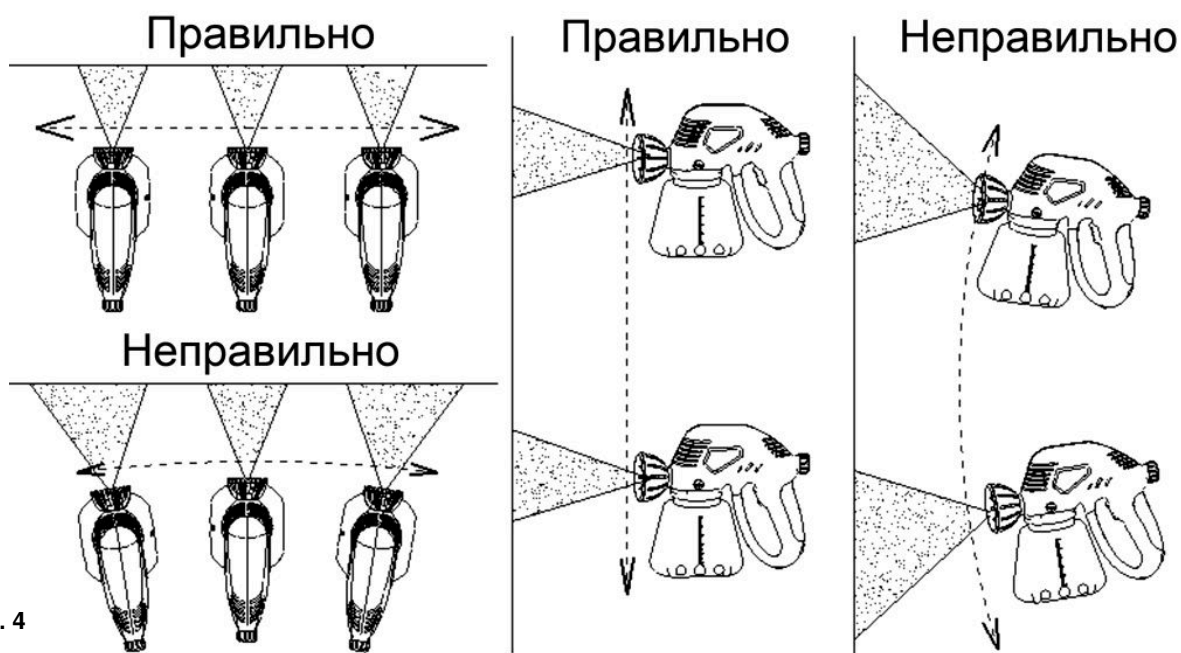

Рис. 4
- Для обеспечения равномерного покрытия не следует перемещать краскопульт слишком быстро или слишком медленно. При быстром перемещении слой покрытия получится очень тонким, а при медленном слишком толстым. (См. Рис.4).